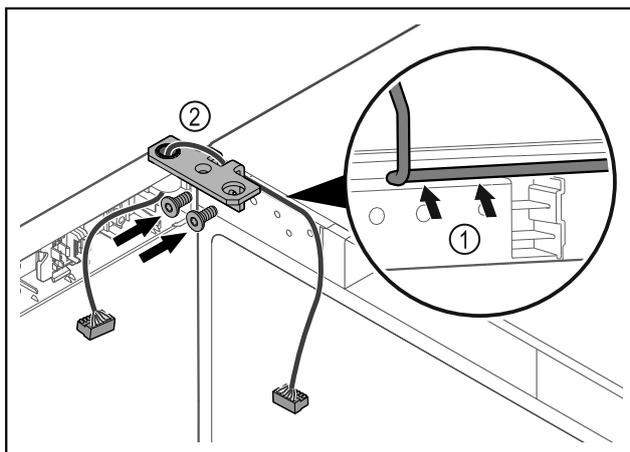

Fig. 57
- ▶ Kabel durch die Ausparung des Scharnierwinkels führen und vorsichtig verlegen Fig. 57 (1).
- ▶ Scharnierwinkel Fig. 57 (2) anschrauben.